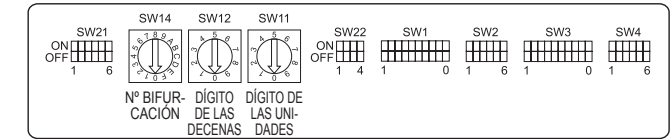

Fig. 4-9
4.5. Configuración de las direcciones (Fig. 4-9)
- ① Cómo ajustar direcciones
- ② Cómo ajustar los números de bifurcación SW14 (sólo para la Serie R2)